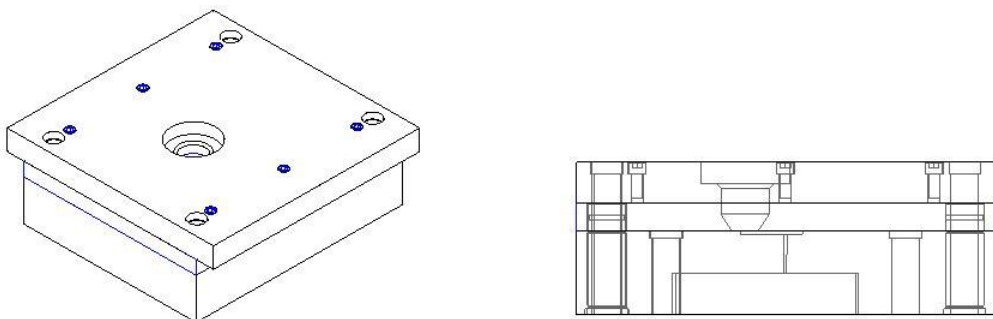

图7-98
5. 在设计区域中只显示定模机构，将其他组件全部隐藏，结果如图 7-98 所示。